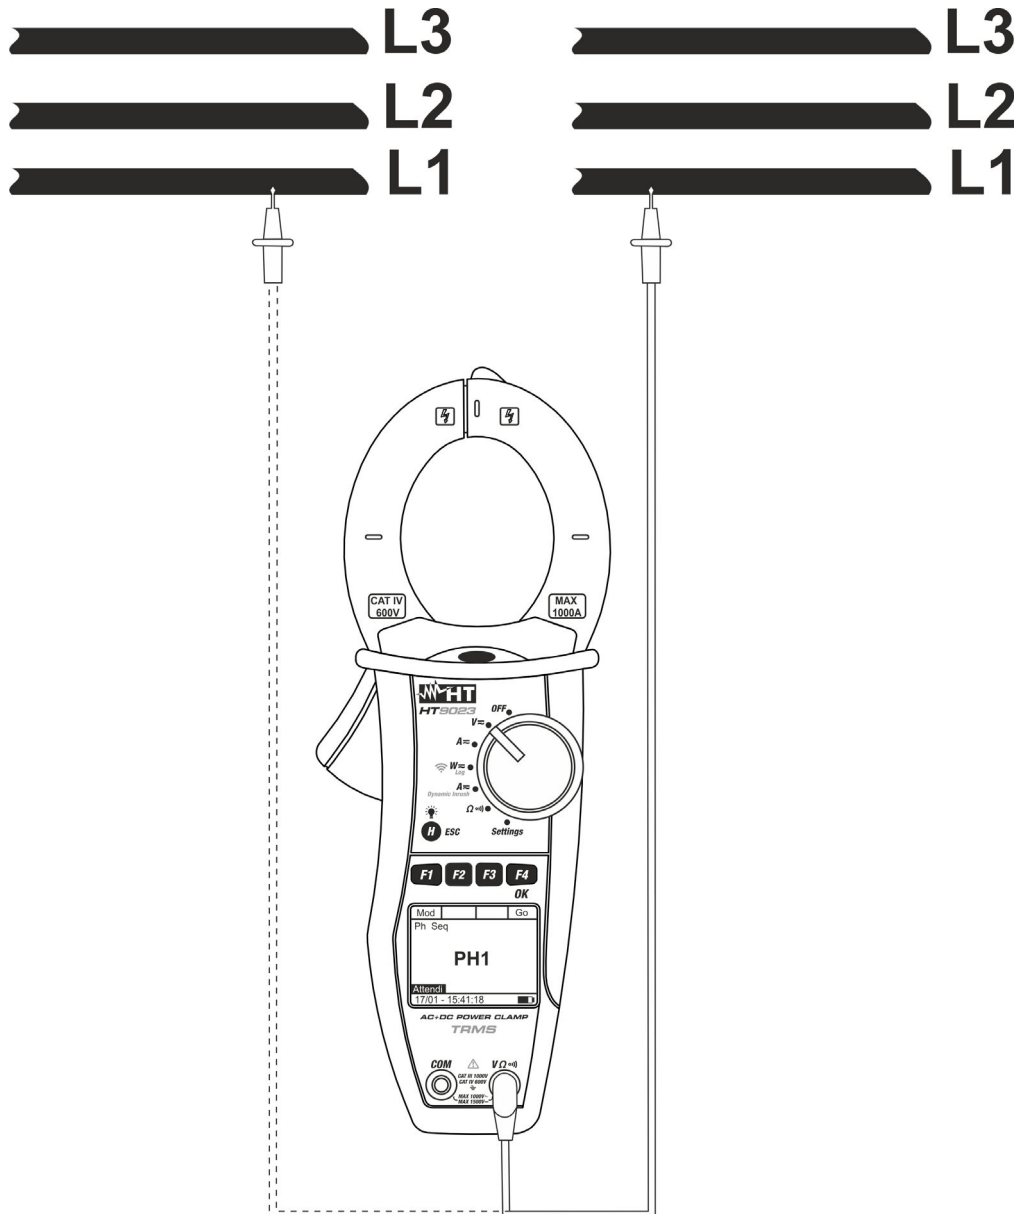

Fig. 8: Verifica della concordanza delle fasi
2. Inserire il cavo rosso nel terminale di ingresso $V\Omega$ e posizionare il puntale **sulla fase L1 della prima terna trifase** del circuito in esame (vedere Fig. 8)
5. Lo strumento mostra il messaggio "**PH2**" e attende il rilevamento della fase L1 della seconda terna trifase. Collegare il puntale rosso alla fase L1 della seconda terna trifase (vedere Fig. 8)